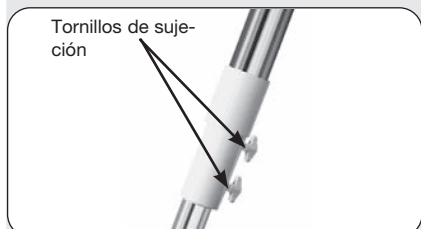

Fig. 12: Ajuste de la altura de las patas del trípode y apriete de los tornillos de sujeción.
14. Ajuste de la altura del trípode: Ajuste el trípode aflojando los tornillos (Fig. 12) en las patas del trípode. A continuación, tire de las patas interiores del trípode hasta la longitud deseada. A continuación, vuelva a apretar los tornillos. Ajuste el trípode a una altura que le permita observar con la mayor comodidad posible.